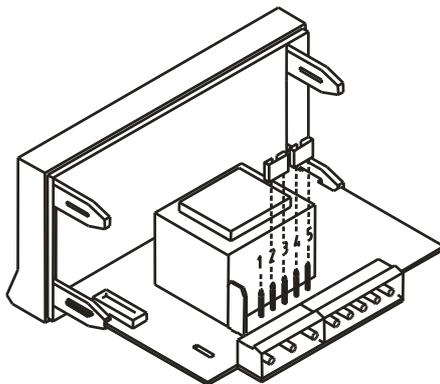

Fig. 9.2. Sélecteur d'alimentation pour 230 VAC ou 48
**115/230 V AC:** Les instruments avec alimentation 115/230 V AC, sont livrés pour un raccordement à 230 V AC, voir figure 9.2. Si on désire passer l'alimentation à 115 V AC, réaliser les ponts comme indiqué à la figure 9.3 et dans le tableau 1. L'étiquette de l'instrument devra être mise à jour.
**24/48 V AC :** Si l'instrument a été commandé avec alimentation 24/48 V AC sont livrés pour un raccordement à 24 V AC, voir figure 9.3. Si on désire passer l'alimentation à 48 V AC, réaliser les ponts comme indiqué à la figure 9.2 et dans le tableau 1. L'étiquette de l'instrument devra être mise à jour.